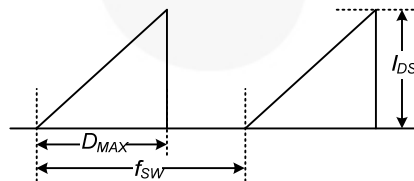

图 4. 重复峰值开关电流
- 假定感性负载时，最大重复漏极峰值电流受限于最大占空比 ($D_{MAX}=0.73$) 和结温（见图 4）。